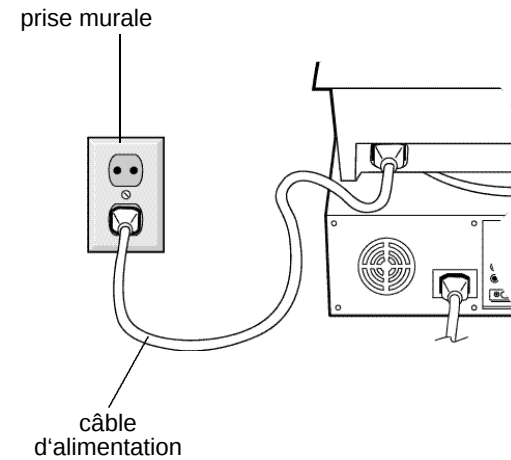

Figure B.1
- 4 Connectez le câble d'alimentation secteur à la prise murale et au moniteur MultiSync de la série V (figure B.1).